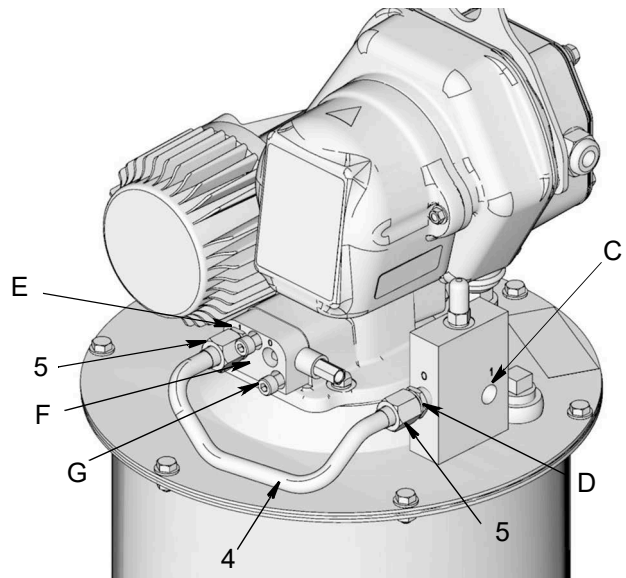

図 15
- 供給チューブ (4) (16V750 アルミニウムタグと記載)および 2 本のコネクタ金具 (5) はマニホールドアセンブリに使用します。供給チューブ (3) は廃棄できます。マニホールドの取り付けには使用しません。
- a. コネクタ金具 (5) をマニホールドインレット (E) と遮断アウトレット (D) に取り付けます。すべての金具 (5) をレンチでしっかりと締めます。
- b. まず、供給チューブ (4) をマニホールドインレット (E) に取り付け、次に供給チューブの別の端を自動充填アウトレット (D) に図 15。
**ヒント:** 取り付けを簡単にするため、マニホールド (F) をポンプに固定しているネジ (G) を緩めます (取り外さないでください)。これにより、供給チューブ (4) を取り付けている間、マニホールドはゆるく取り付けられている状態を維持できます。チューブがしっかりと固定されたら、マニホールドネジ (G) を再度締め付けてマニホールド (F) をポンプに固定します。
12. (ユーザー提供の) 潤滑剤供給ホース (L) を自動充填遮断インレット (C) (図 15 または 図 16) とリモート充填ステーションポンプ (K) の間に取り付けます。
13. 圧力開放バルブ (G) とオーバーフロー容器 (H) (圧力開放中に排出される余分な液体を収集) は、必ずリモート充填ステーションポンプ (K) および自動充填遮断器 (1) 間のアクセスの良い位置に取り付けて下さい。この圧力解放バルブを使用して充填ライン内の圧力の解放と自動充填遮断のリセットを行います。代表的な取り付け例、4 ページを参照して下さい。